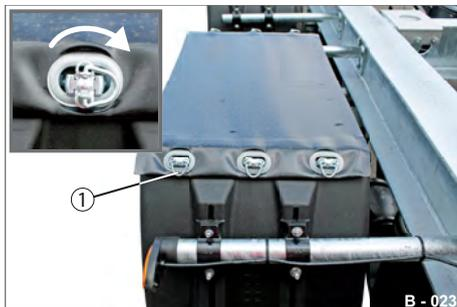

Abb. 38 Plane entsichern
► Drehen Sie alle Drehkrampen (Abb. 38/1) in waagerechte Stellung auf.